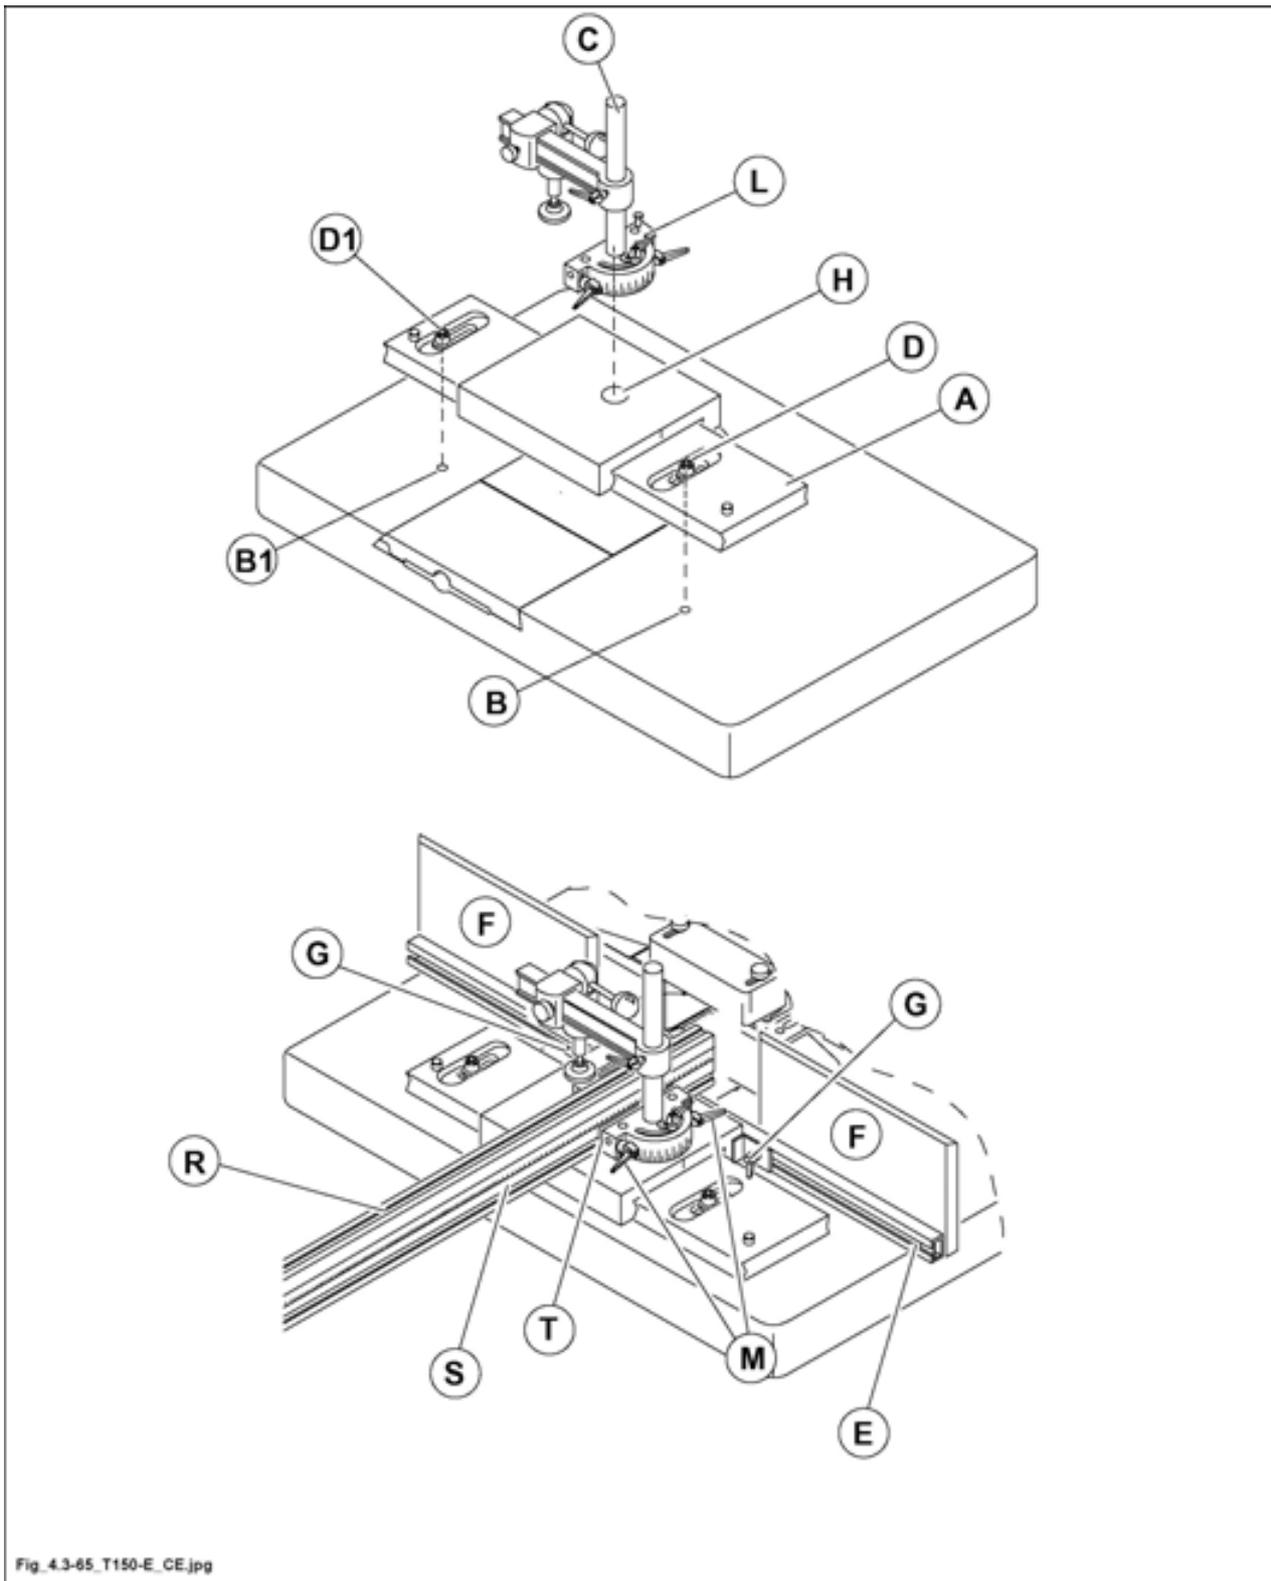

Fig. 4.3-65
- 1) Appuyer le chariot (A fig. 4.3-65) avec les fentes en correspondance des alésages (B-B1 fig. 4.3-65) sur la table et le fixer en vissant les deux vis avec rondelles (D-D1 fig. 4.3-65).
- 1) Introduire le pivot (C fig. 4.3-65) dans la lunette (L fig. 4.3-65) et puis le visser dans l'alésage (H fig. 4.3-65).
- 2) Introduire le lardon (T fig. 4.3-65) de la lunette dans la rainure appropriée (S fig. 4.3-65) de la règle (R fig. 4.3-65) et fixer la position avec les poignées (M fig. 4.3-65).
- 1) Introduire le lardon approprié déjà monté sur le chariot, dans la rainure (E fig. 4.3-65) de la protection (F fig. 4.3-65) et serrer avec les poignées appropriées (G fig. 4.3-65).